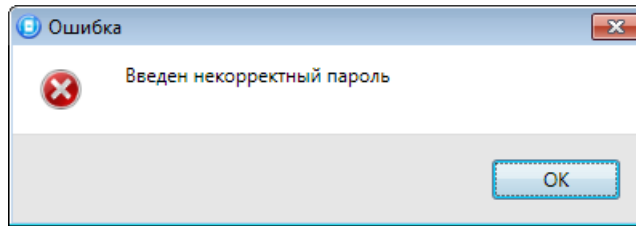

Рис. 5.16. Сообщение об ошибке
**Внимание!** Для регистрации кода или электронного ключа необходимо, чтобы соответствующий способ постановки/снятия (*Электронный ключ* или *Клавиатура Мираж-КД / RFID*) был предварительно выбран на вкладке *Параметры* в раскрывающемся списке *Способ управления постановкой/снятием*. В противном случае ввод не будет принят и появится сообщение об ошибке (Рис. 5.16).